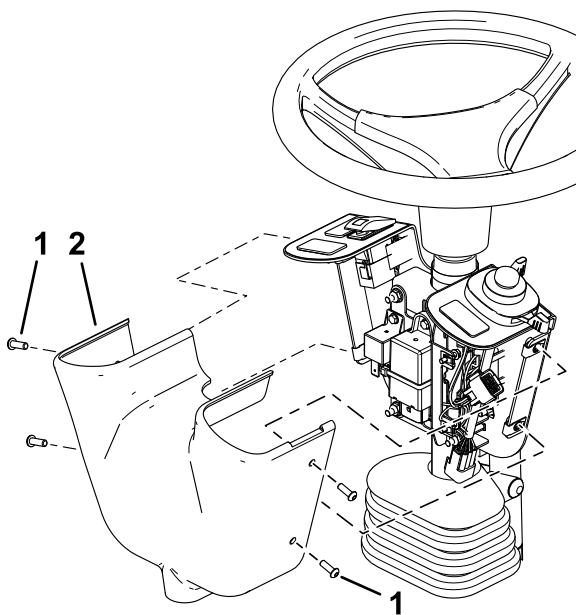

**Figura 6**
5. Montate la staffa della luce di segnalazione sulla cabina (Figura 6).
**Nota:** Il connettore della luce di segnalazione può essere sfilato dall'attacco della luce di segnalazione per il collegamento (Figura 6).
2. Forcella della luce di segnalazione (2)
8. Montate la luce di segnalazione sulla staffa, come illustrato nella Figura 6.